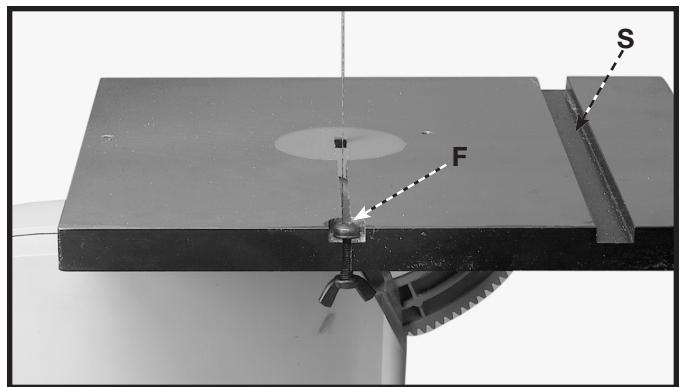

Fig. 37
- Quite el tornillo de alineamiento de mesa (F) Fig. 37.
- Para utilizar el calibrador de mitra como mostrado en el Fig. 40, meten la barra de la guía de calibrador de mitra en el de ranura de calibrador de mitra (S) Fig. 37 y lo ajusta al ángulo deseado.